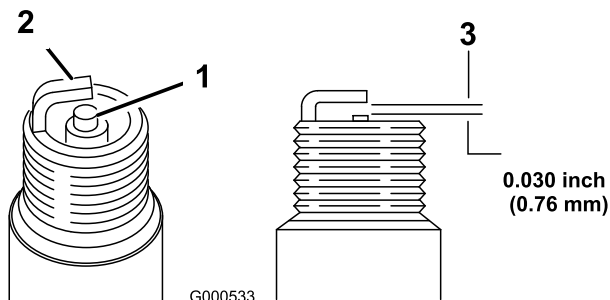

Figura 28
5. Impostate la luce sul tappo a 0,76 mm (Figura 28).